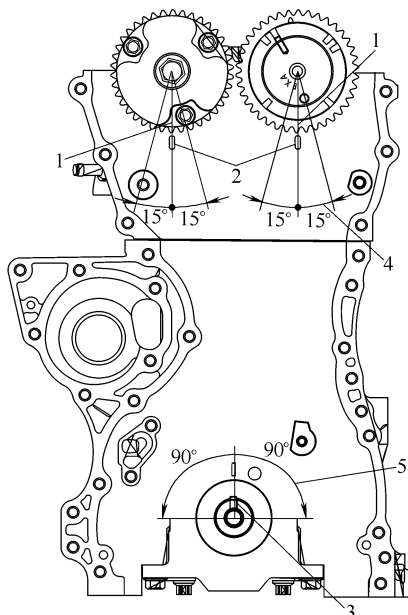

图 6-3 凸轮轴转动允许范围
在正时链条拆卸完成后，曲轴和凸轮轴各自单独转动的范围不得超过图 6-3 中所示的允许范围（15°、90°）。若转动超出了允许的运行范围，则可能在活塞和气门之间以及气门之间产生干扰，与活塞和气门有关的部件也可能受损。
1) 检查进气和排气凸轮轴的正时链轮上的配合标记 1 是否与气缸盖上的槽口 2 配合，如图 6-3 所示。
轴的上部，如图 6-3 所示。